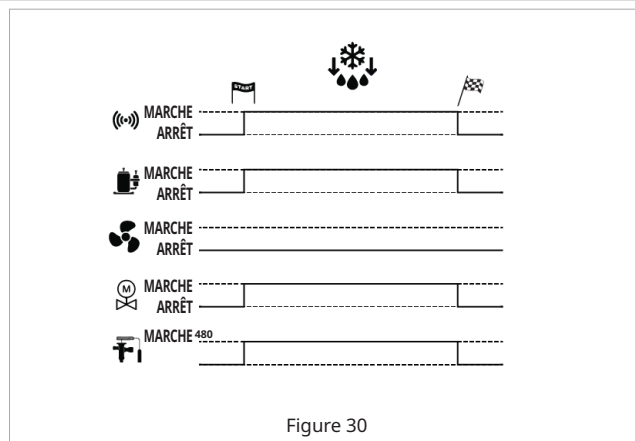

Figure 30
Ce dégivrage s'effectue selon la logique de contrôle, en fonction de la température ambiante (AT) et de la température de la bobine (CT). Le mode de fonctionnement pendant le dégivrage est illustré dans la Figure 30.